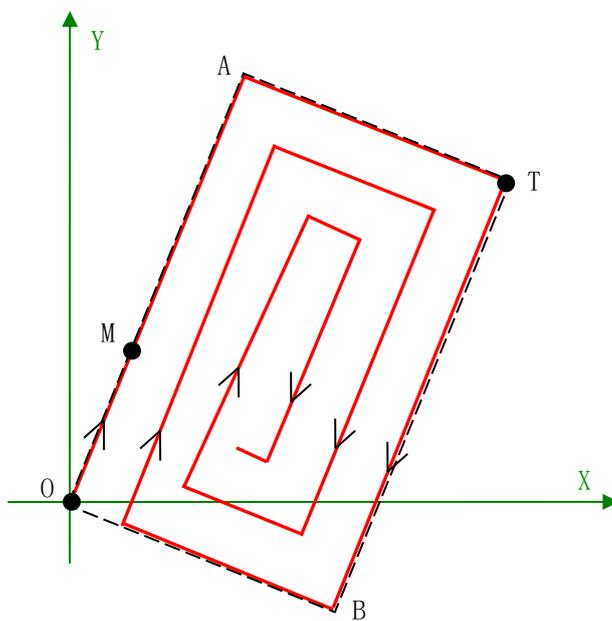

图 8.19 渐开线模式的矩形插补运动示意图
- (3) 圈数，如图 8.19 中矩形插补运动的圈数为 3。通过圈数参数，可以设置在指定矩形区域内进行矩形区域渐开线插补运动的圈数。